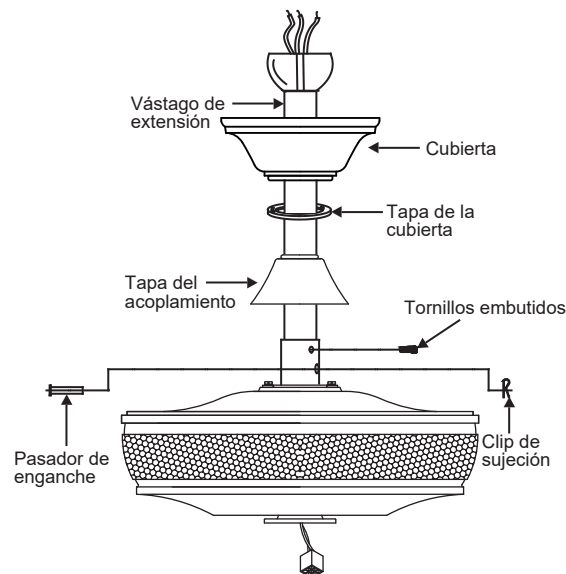

Fig. 9
Paso 8. Deslice la cubierta del acoplamiento, la cubierta del dosel y el dosel sobre la varilla. (Fig. 9)
Enrosque la bola colgante en el vástago de extensión, inserte el pasador transversal en el vástago de extensión y ajuste. Ahora, ajuste el tornillo embutido. (Fig. 9)